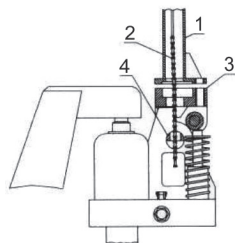

Fig. 2 – Paso 1
- Posicione el mango (1) sobre los agujeros de la base (3), dejando la cadena (2) pasar por el agujero central de la base (3) y por el centro del pasador (4), ver fig. 2;